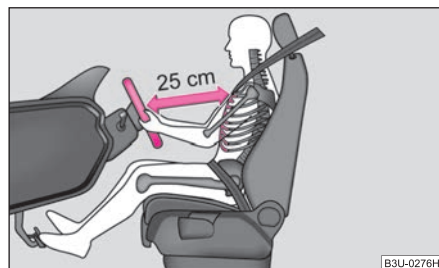

Fig. 155 La distancia correcta entre el conductor y el volante
- Ajuste el volante de tal modo, que la distancia entre el volante y el esternón sea, como mínimo, de 25 cm ⇒ fig. 155.
- El conductor se ha de mantener a una distancia mínima de 25 cm del volante ⇒ fig. 155. Si no respeta la distancia mínima, el sistema de airbag no podrá protegerle - ¡Peligro de muerte!